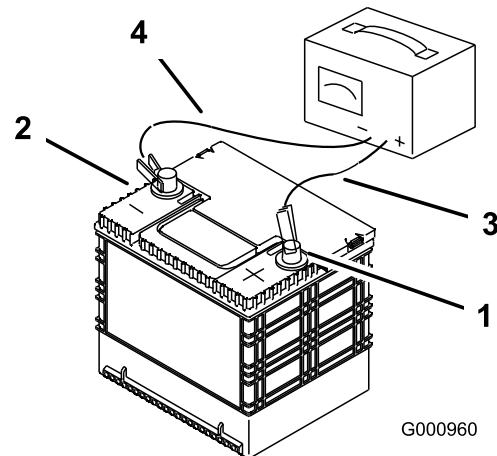

Figura 77
2. Atunci când bateria este complet încărcată, deconectăi încărcătorul de la priză electrică, apoi deconectăi cablurile încărcătorului de la clemele bateriei (Figura 77).